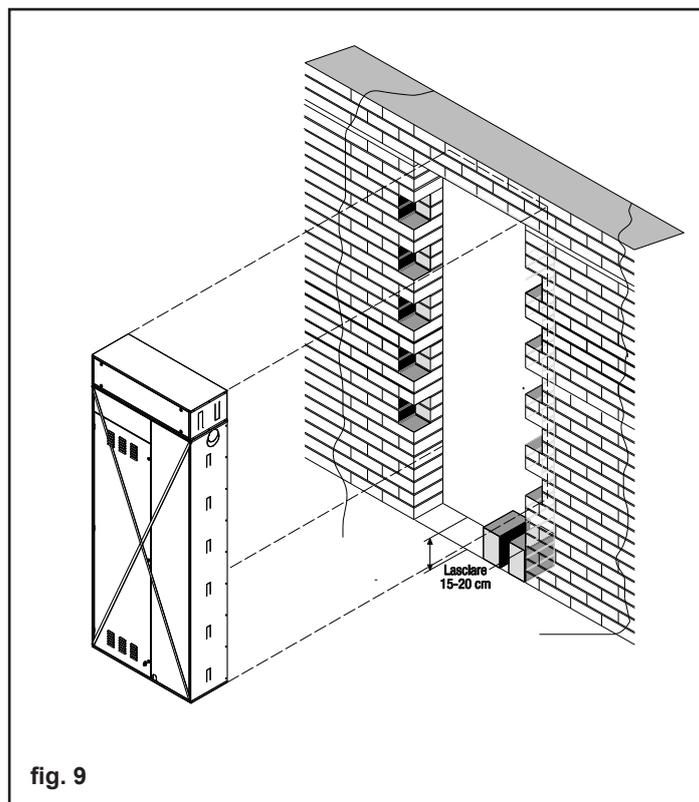

fig. 9
⚠ Prevedere un massetto di sostegno sotto la zona del box che corrisponde al punto di appoggio del bollitore (fig. 9)
**IMPORTANTE:** durante tutte le operazioni di muratura assicurarsi che non venga rimossa la "X" metallica (fig. 9), Si dovrà rimuovere solo a lavori conclusi.